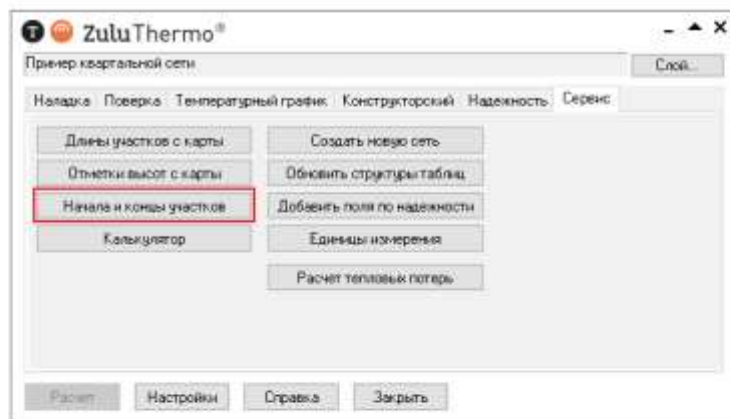

Рисунок 19.5. Вкладка «Сервис»
3. Перейдите на вкладку **Сервис**. Появится окно, показанное на Рисунок 19.5. «Вкладка «Сервис»».